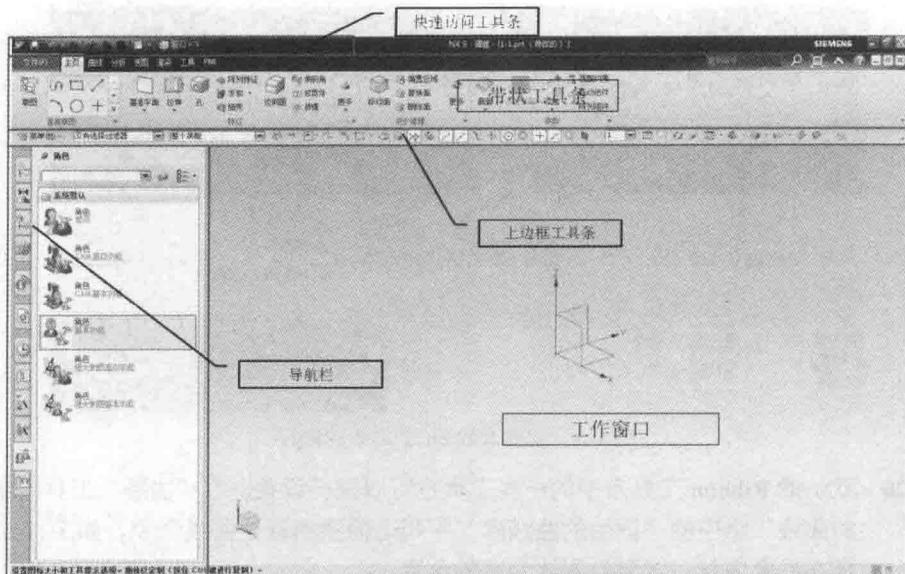

图 1-3 UG NX 9.0 建模界面
- 步骤 03** 默认的 UG NX 9.0 建模界面如图 1-3 所示，界面由快速访问工具条、上边框工具条、导航栏、工作窗口以及 Ribbon 工具条（带状工具条）组成。